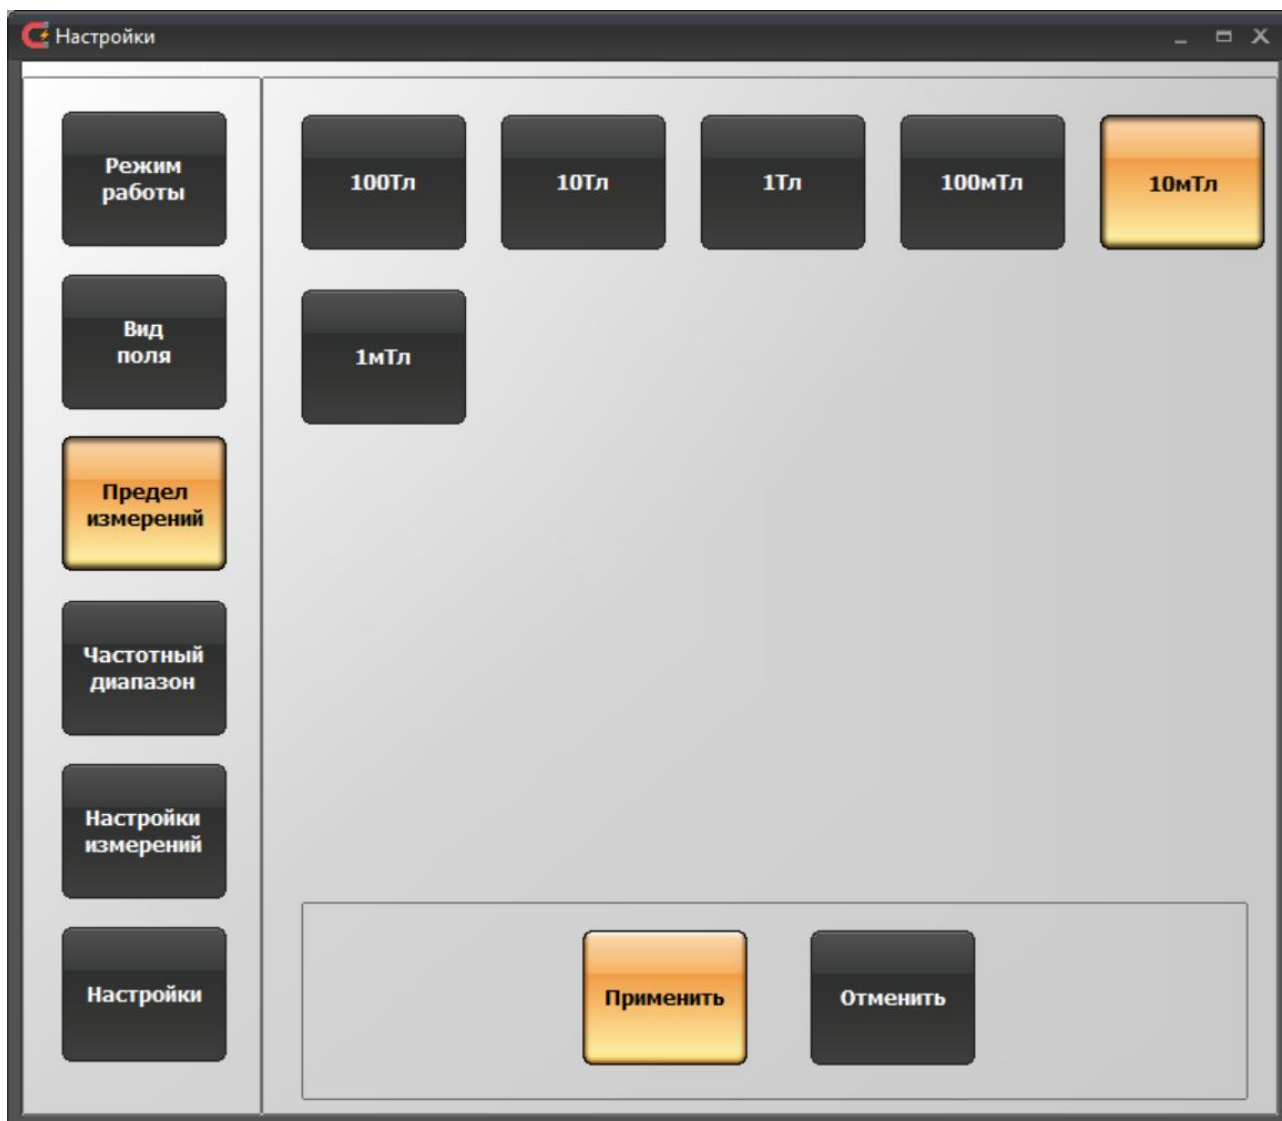

Рисунок 15. Окно настроек программы управления ТПУ-2В в режиме «Тесламетр». Группа параметров «Предел измерений»
2) «Предел измерений» (рисунок 15). Служит для выбора предела измерений. Доступны следующие пределы: 100 Тл, 10 Тл, 1 Тл, 100 мТл, 10 мТл, 1 мТл. Физически переключение предела измерений в зависимости от выбранного измерительного зонда означает переключение коэффициента усиления в усилителе, расположенном в измерительном зонде «С», «М» или в блоке усилителя ТПУ-2В, к которому подключен зонд «И».